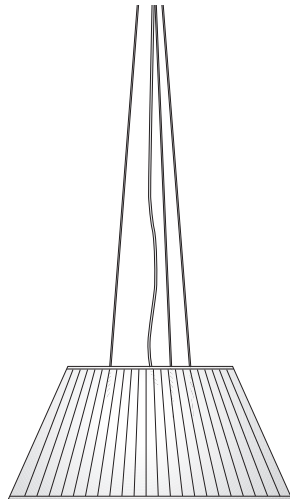

Fig. 1
<IT> Fig.1 Sganciare il rosone (A) dall'attacco a soffitto (B). Fig.2 Fissare l'attacco a muro al soffitto con viti e tasselli ad espansione avendo cura di far passare i cavi di alimentazione dall'apposito spacco laterale. **NOTA BENE:** scegliere i tasselli ad espansione idonei per la superficie destinata al montaggio.
<GB> Fig.1 Unhook the rosette (A) from the socket on the roof (B). Fig.2 Attach the wall socket to the roof with screws and expansion plugs taking care to pass the feeding wires to the opposite lateral crack. **NOTE:** choose the correct expansion plugs for the surface that it has to be mounted on.
<DE> Abb.1 Die Rosette (A) von der Deckenbefestigung (B) nehmen. Abb.2 Wandbefestigung mit Schrauben und Spreizdübeln an der Decke befestigen, wobei darauf zu achten ist, die Versorgungskabel aus der vorgesehenen Seitenöffnung herauszuführen. **BEACHTEN SIE!** für die für die Montage vorgesehene Fläche passende Spreizdübel auswählen.
<FR> Fig.1 Décrocher la rosace (A) de l'attache au plafond (B). Fig.2 Fixer l'attache murale au plafond avec des vis et des vis tamponnées en ayant soin de faire passer les câbles d'alimentation dans la fente latérale à cet effet. **NOTE:** choisir les vis tamponnées adaptées à la surface destinée au montage.
<ES> Fig.1 Desenganchar el rosetón (A) de la placa para el techo (B). Fig.2 Fijar la placa de pared al techo con tornillos y tacos a expansión poniendo atención de hacer pasar los cables de alimentación por la ranura lateral para ese fin. **NOTA IMPORTANTE:** elegir los tacos a expansión idóneos para la superficie destinada al montaje.
<PT> Fig.1 Soltar a rosácea (A) da ligação ao teto (B). Fig.2 Fixar a ligação de parede ao teto com parafusos e buchas de expansão tendo o cuidado de passar os cabos de alimentação na apropriada fenda lateral. **OBSERVAR BEM:** escolher as buchas de expansão correctas de acordo com a superfície destinada à montagem.
<RUS> Рис.1 Отцепить розетку (A) от потолочного крепления (B). Рис.2 Закрепить настенное крепление к потолку посредством винтов и расширительных вставок, обращая внимание на прохождение токоподводящих кабелей через специальный боковой разрез. **ПРИМЕЧАНИЕ:** Выбирать расширительные вставки, соответствующие поверхности, предназначенной для монтажа.